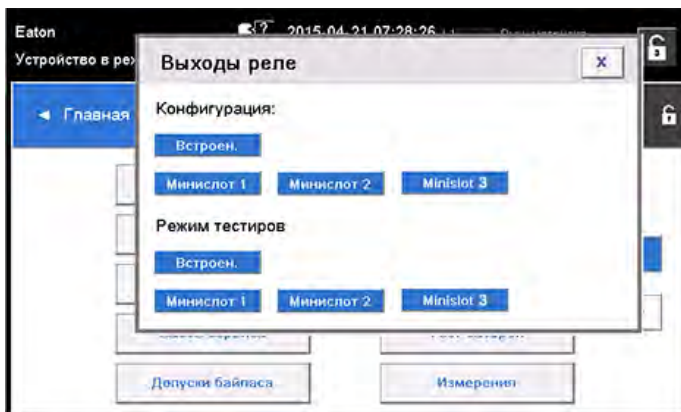

Рисунок 43. Параметры конфигурации релейных выходов
10. Для проверки реле необходимо выбрать любой из параметров в режиме тестирования (см. рисунок 43).